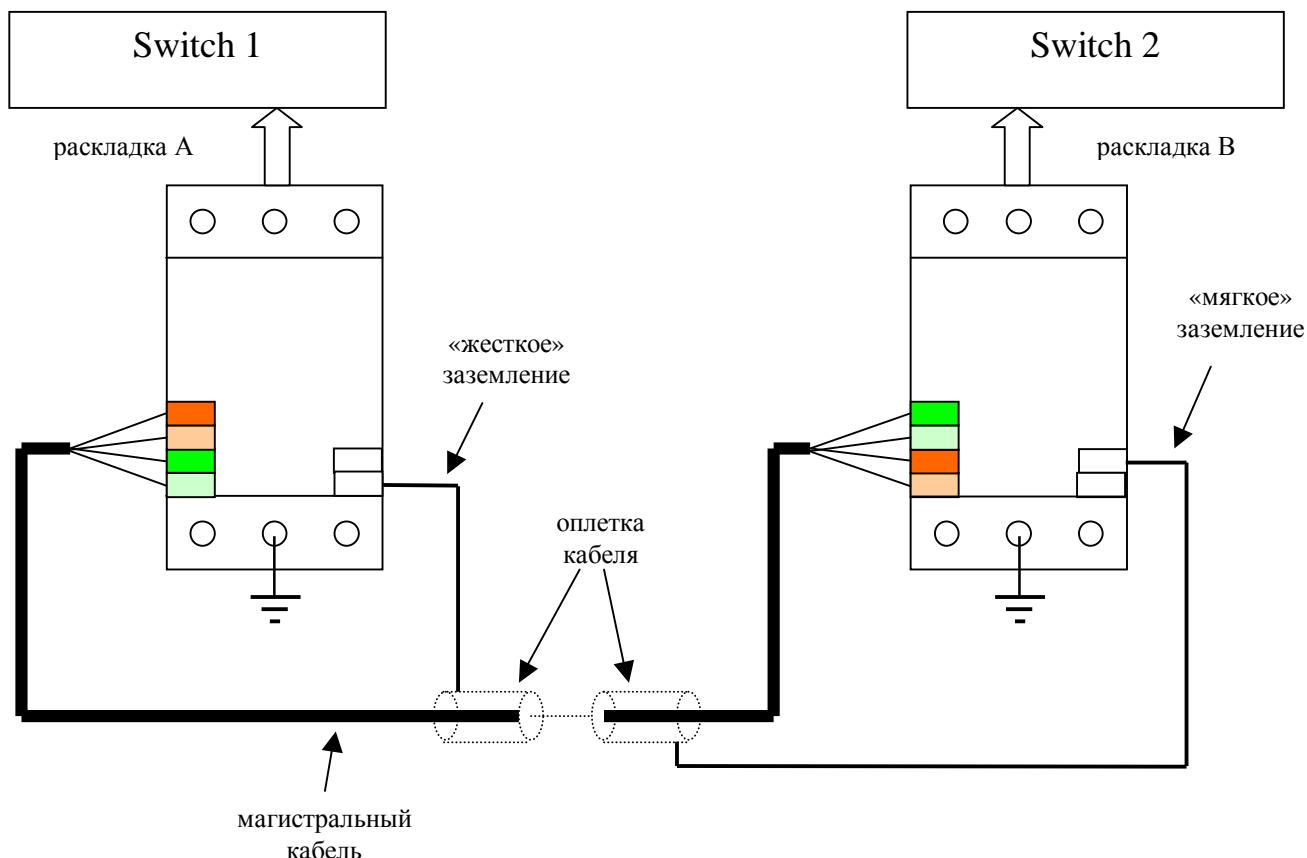

рис. 4
3. При выполнении наружной проводки экранированным кабелем на одном конце пролета оплетка кабеля заземляется жестко (контакт GND), а на втором конце используется «мягкое» заземление (контакт IN GND). Если в кабеле остаются незадействованные проводники (обычно это бывает при использовании 4-х парного кабеля FTP или SFTP), ни в коем случае нельзя оставлять их никуда не подключенными. С ними нужно поступить так же, как и с оплеткой. Вариант подключения проводов при магистральной прокладке показан на рис. 4.